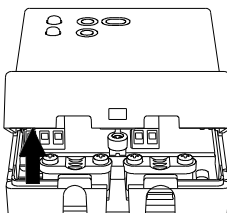

Fig. 3
- 8 Posizionare il coperchio cavi sulla base e ruotarlo verso la base; spingere verso l'interno la linguetta plastica posta sulla parte inferiore della base ed esercitare una pressione che faccia scattare la linguetta plastica di fissaggio all'interno del foro sul lato inferiore del coperchio cavi (Fig. 3).
- 3 Rotate the cable lid and remove it completely (Fig. 3).